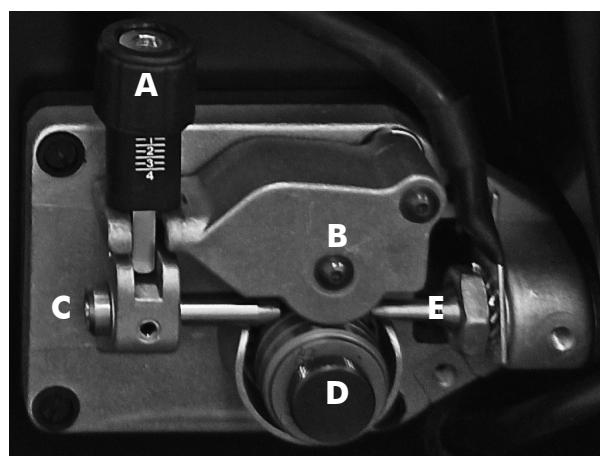

Abbildung 5
- Lösen Sie den Knopf (A) und ziehen Sie diesen aus der Arretierung (Fig.5). Öffnen Sie den Arm (B) der Drahtvorschubeinheit.
- Schneiden Sie das gebogene Drahtende ab und führen Sie das Ende in die Drahtzuführung (C) ein.
- Drücken Sie den Arm (B) auf die Antriebsrolle (D) und fixieren diesen mit dem Knopf (A).
- Stellen Sie den Anpressdruck, des Drahtes, an Knopf (A) ein. Sodass ein Reibungsloser Drahtvorschub gewährleistet ist, ohne durchdrehen der Drahtförderrolle. Ziehen